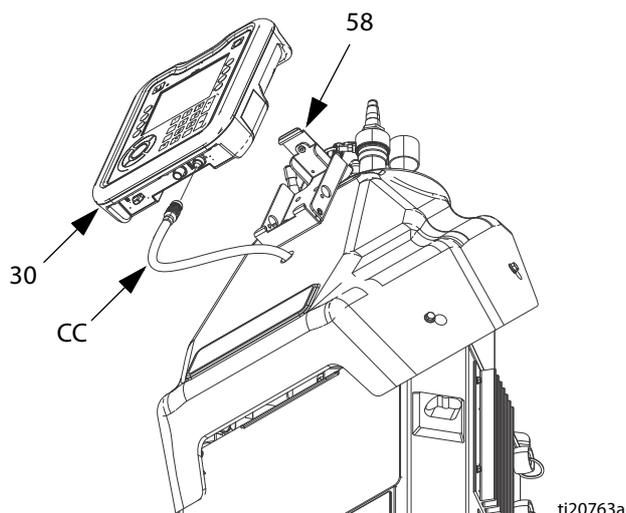

Рис. 43
2. Отключите кабель (CC) от разъема на нижней части ADM (30). См. Рис. 43.
3. Снимите ADM с кронштейна (58).